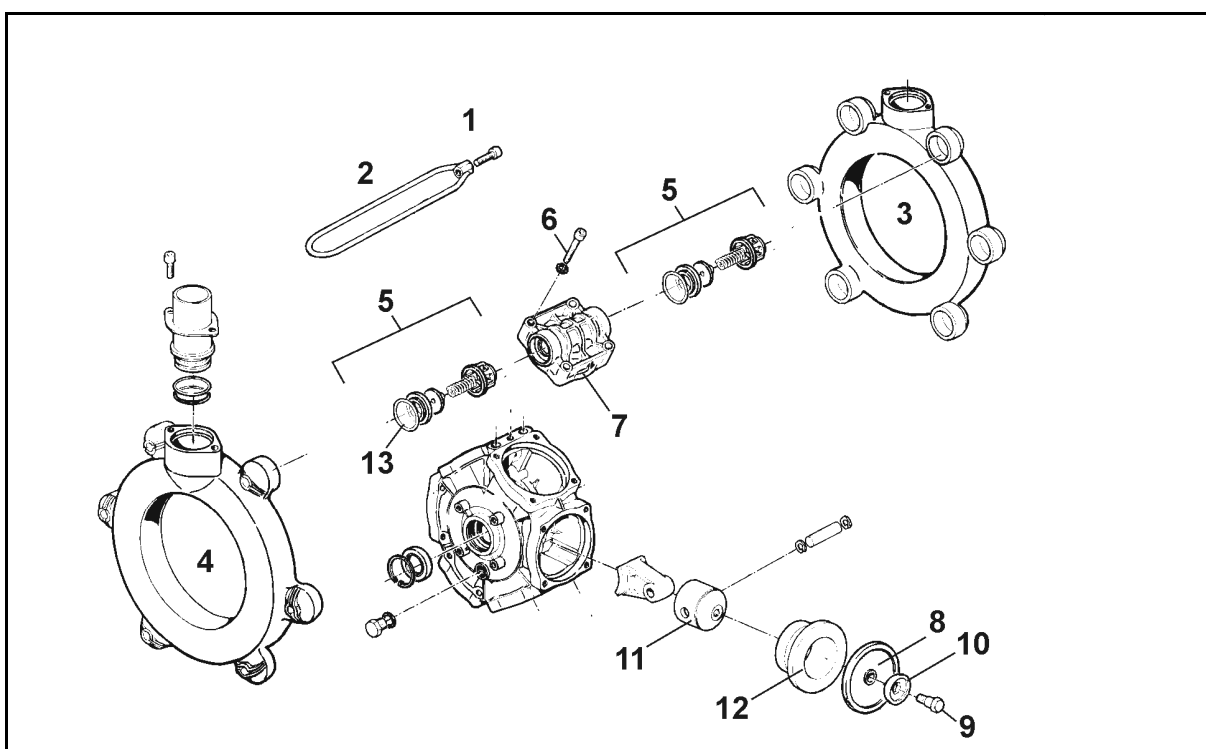

Fig. 158
- Verificați cel puțin anual starea ireproșabilă a membranei pistonului (Fig. 158/8) prin demontare.
- Aveți în vedere poziția de montare a supapelor de aspirare sau presiune, înainte de a scoate grupurile de ventile (Fig. 158/5).
- Înlocuiți în principiu toate membranele pistoanelor (Fig. 158/8), chiar dacă numai o membrană a pistonului este umflată, ruptă sau poroasă.
2. Desfaceți șuruburile (Fig. 158/1) și înlăturați cadrul de strângere (Fig. 158/2).
3. Înlăturați canalele de aspirare și de refulare (Fig. 158/3, Fig. 158/4) inclusiv grupurile de supape (Fig. 158/5).
4. După înlăturarea șuruburilor (Fig. 158/6), scoateți capul cilindrului (Fig. 158/7).
5. Verificați membrana pistonului (Fig. 158/8).
- Fixați membrana pistonului (Fig. 158/8) cu șaiba de susținere și cu șurubul (Fig. 158/11) de pistonul (Fig. 158/9), astfel încât marginea să fie îndreptată spre partea capului cilindrului (Fig. 158/7).
- Strângeți neapărat piulițele (Fig. 158/1,2) cruciș, cu momentul de strângere indicat. Strângerea necorespunzătoare a piulițelor duce la tensionare și astfel la neetanșeitate.
1. Desfaceți șurubul (Fig. 158/11) și scoateți membrana pistonului (Fig. 158/8) împreună cu șaiba de susținere, de pe pistonul (Fig. 158/9).
3. Scoateți cilindrul (Fig. 158/10) din carcasa pompei.
6. Reașezați cilindrul (Fig. 158/10) în carcasa pompei.
7. Montați membrana pistonului (Fig. 158/8).
8. Prindeți în flanșă capul cilindrului (Fig. 158/7) de carcasa pompei și strângeți șuruburile (Fig. 158/6) uniform în cruce.
9. După verificare și curățare montați grupurile de supape (Fig. 158/5).
11. Canalul de aspirare (Fig. 158/3) și cel de presiune (Fig. 158/4) se prind cu flanșe de carcasa pompei.
12. Strângeți piulițele (Fig. 158/1,2) cruciș, cu un cuplu de **11 Nm**.